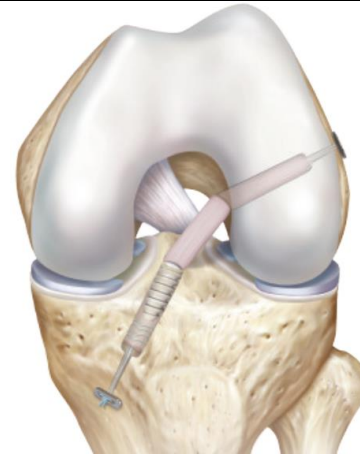

figura 3
1. Realize a amarração do outro lado do tendão para fixação da cirurgia (**figura 3**).